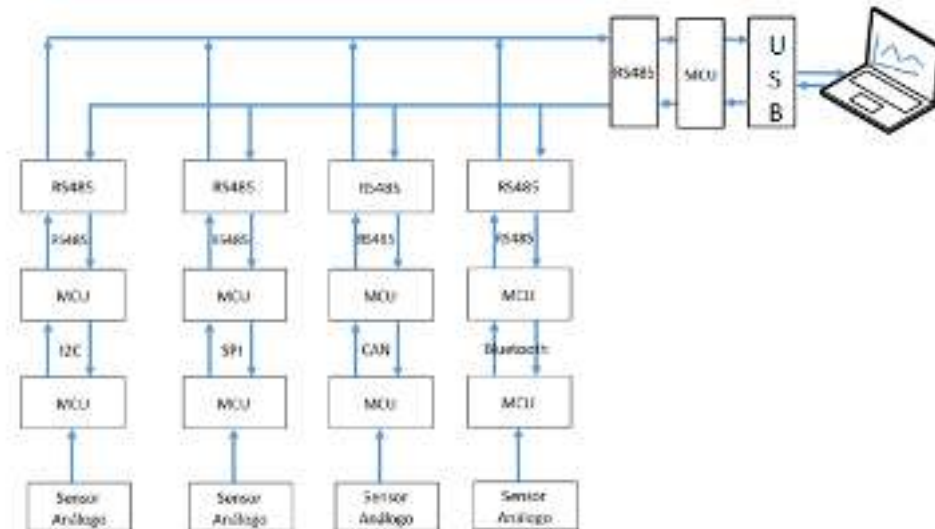

Figura 1. Arquitectura de protocolos
- Realizar la conectividad de los dispositivos que se muestran en la figura 1, con el propósito de poder comunicar cada uno de los terminales, utilizando los diferentes protocolos propuestos. En el computador, se debe hacer una interfaz que muestre de manera numérica y gráfica, cada una de las variables que se encuentran conectados al respectivo esclavo. Para esto utilice el compilador Python.
- En la figura 1, se muestra una conexión general de los dispositivos, sin embargo, el grupo de trabajo, debe realizar una propuesta, para hacer esto, utilizando solo un sistema embebido o un máximo de dos. Tenga en cuenta que un sistema embebido, tiene en su arquitectura, varios puertos tipo UART, varios puertos tipo I2C, SPI y otros.